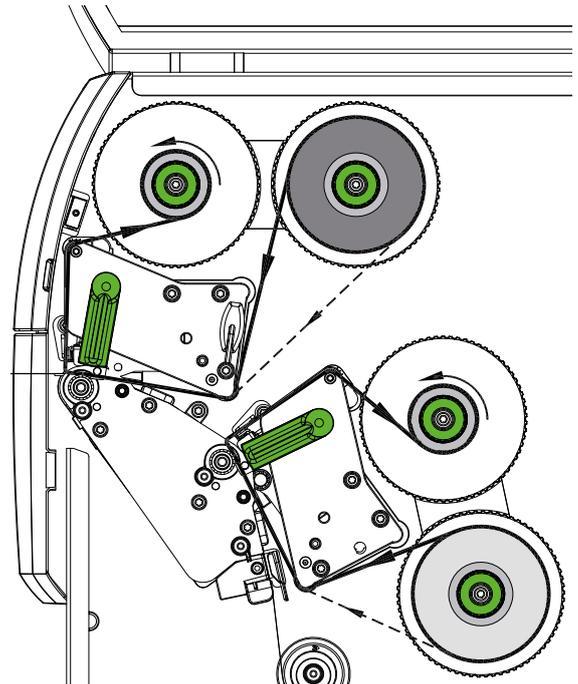

Bild 17 Transferfolienlauf
5. Geeigneten Kern (2) auf den Transferfolienaufwickler (3) schieben und in analoger Weise wie die Folienrolle fixieren.
6. Transferfolie wie in Bild 17 durch die Druckmechanik führen.